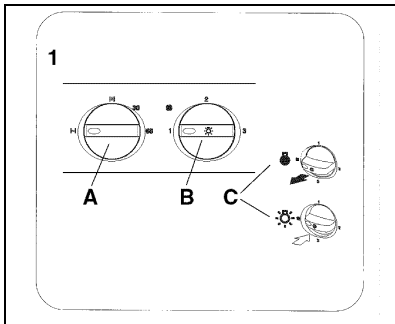

Fig.2
Während max. Drehzahl (während des Kochens durch Haube aktiviert) wird die Klappe über den Schalter "A". Gleichzeitig gehen beide Ventilatoren auf die höchste Drehzahlstufe (3) über den Schalter "B" (**Fig.2**).